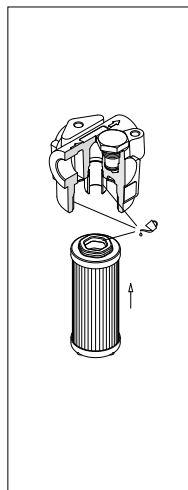

fig. 7
- (Fig. 7) Lubrificare con il fluido di lavoro lo Hex Ring dell'elemento filtrante, il codolo e la sede della testata, quindi calzare l'elemento filtrante sul codolo. Prestare attenzione a non danneggiare la guarnizione Hex Ring